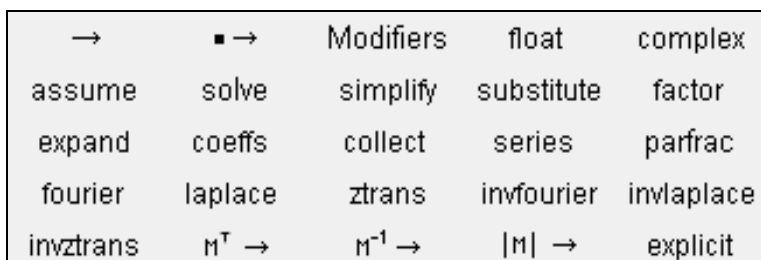

Рис. 1.10. Панель **Символьные (Symbolic)**
9. **Символьные (Symbolic)** – шаблонами согласования операций аналитических (символьных) вычислений (рис. 1.10).